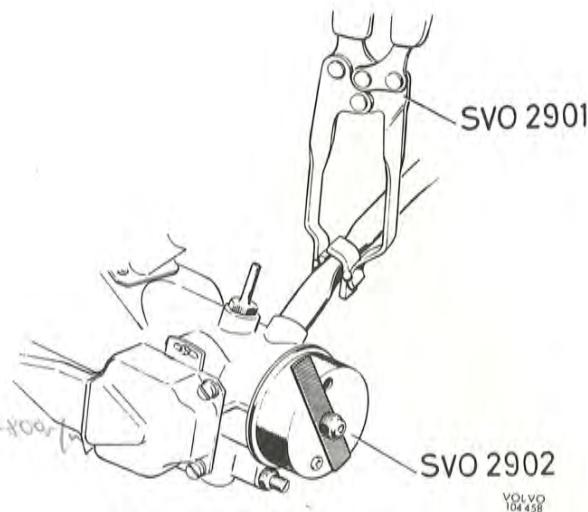

Bild 2—63. Lock för tändinställning
3. Starta motorn. Montera plastlocket, SVO 2902, enligt bild 2—63 och justera ner varvtalet till 700—800 r/m genom att föra plåten över hålet i plastlocket.